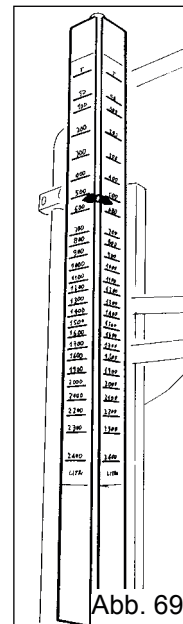

Abb. 69
- Externer "Trocken"-Stand; dieses System ermittelt den Stand in der Tankmitte und bietet eine bessere Präzision im Gefälle und zeigt die Reserve an, wobei es die Sicht aus der Fahrerkabine leichter macht (Abb. 69).